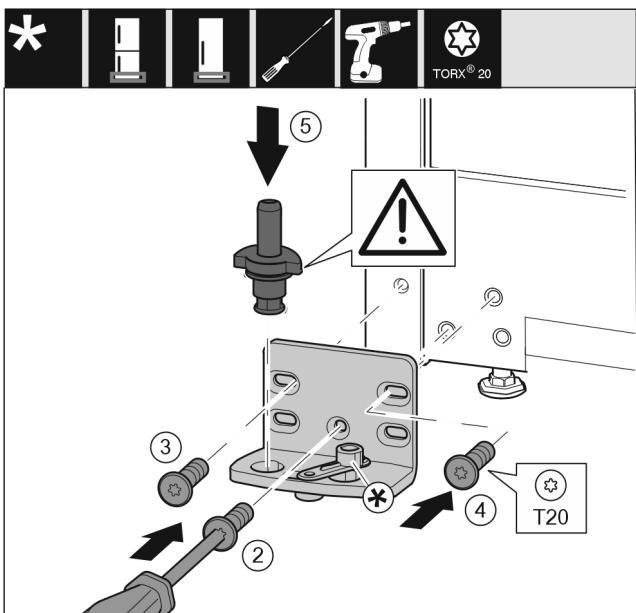

Fig. 16
- ▶ Postavite podložak ležaja na drugoj strani i zavijte pomoću odvijača T20. Započnite s vijkom 2 dolje u sredini. *Fig. 16 (2)*
- ▶ Pritegnite vijak 3 i 4. *Fig. 16 (3,4)*
- ▶ Kompletno umetnute podložak ležaja. Pri tome pazite da je ispuštenje za blokiranje okrenuto prema otvara. *Fig. 16 (5)*